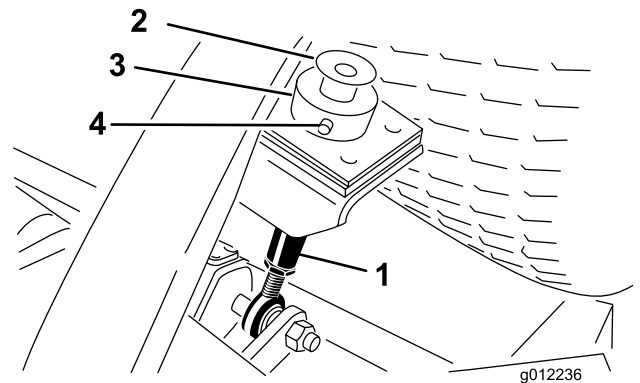

Figura 25
2. Retire o parafuso e anilha montados na parte superior de cada barra de altura de corte (Figura 25).
3. Retire o contrapino tipo grampo e pino de segurança que fixam o anel da altura de corte à barra de altura de corte na parte posterior da unidade de corte (Figura 25). Retire o anel da altura de corte.